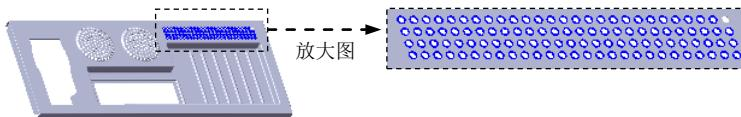

图 17.7.76 创建阵列 (线性) 2
Step16. 创建图 17.7.76 所示的阵列 (线性) 2。